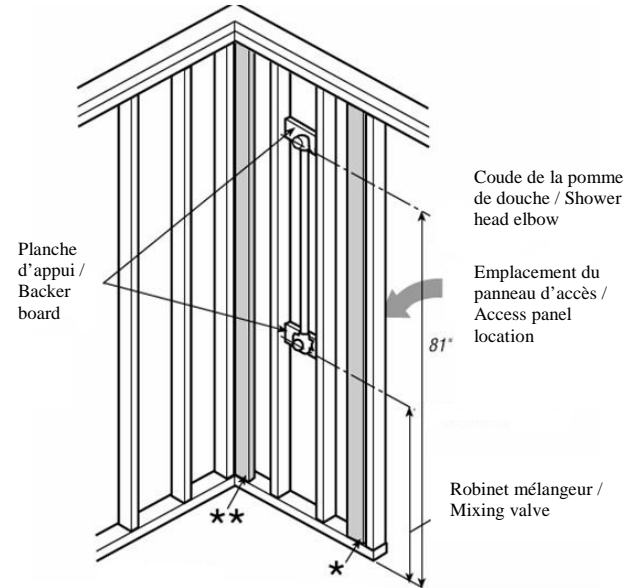

Figure 4.
1. Attachez la vidange à la douche. Placez la douche dans l'alcôve (Fig. 4). Vérifiez que la douche repose à plat sur le plancher, qu'elle soit de niveau et droite sur les poteaux du mur. Il est possible de faire des ajustements mineurs en nivelant les supports inférieurs. Le jeu entre la bride supérieure de la douche et les poteaux du mur ne doit pas excéder 1/8". Au besoin, retirez la douche de l'alcôve, nivelez au besoin, remplacez la douche et vérifiez à nouveau. Répétez au besoin.
Attach drain to base. Position base in alcove (Figure 4). Check that base is sitting flat on floor and that it is level and square to the wall studs. Minor adjustments can be made by shimming the bottom support. There should be no more than 1/8" gap between the top base flange and the wall studs. If needed, remove the base from the alcove, shim as required, reposition base, and check again. Repeat as necessary.
3. Installer temporairement les deux étagères de coin pour en vérifier l'ajustement. En tracer le contour avec un crayon pour faciliter le placement. Enlever les étagères de coin. Appliquer l'adhésif au mur à l'aide de la truelle sans dépasser la marque au crayon (Figure 4).
Trial fit the corner caddies in place to check fit. Mark around the corner caddies with a pencil so you can accurately relocate after removing. Remove the corner caddies from the wall. Staying within your pencil line, trowel adhesive to the alcove wall (Figure 4). Lay a bead of caulk on the bottom edge of the wall near the shower base (Figure 2). Install the corner caddies the same way as the panels (refer to steps 1 and 2).